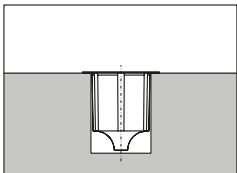

Abb. 2 Kunststoffeinsatz in der Bohrung
6. Den Kunststoffeinsatz der Exzenterbuchse in die Bohrung eindrücken (Abb. 2).